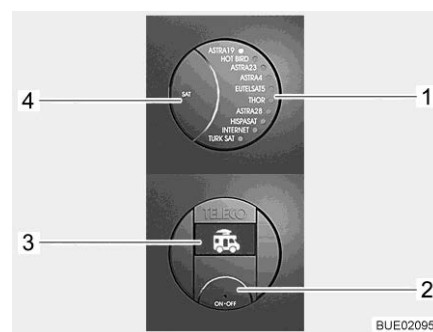

Fig. 59 Pannello di controllo (Tele-Sat)
- Premere il tasto On/Off (Fig. 59,2). L'indicatore LED del satellite selezionato (Fig. 59,1) e la retroilluminazione dei tasti si accendono. Sul display (Fig. 59,3) compare il simbolo del veicolo con antenna retratta.
- Premere di nuovo il tasto On/Off (Fig. 59,2). L'impianto è inserito. Se l'antenna era stata retratta, adesso viene estratta in posizione di esercizio.
Se il LED del satellite desiderato (Fig. 59,1) lampeggia già, attendere qualche secondo. L'antenna si dirige automaticamente verso questo satellite (dopo lo spegnimento viene memorizzata l'ultima posizione memorizzata del satellite).
Quando l'impianto ha trovato il satellite, il LED (Fig. 59,1) si accende di luce fissa e sul display (Fig. 59,3) compare "SAT OK".
- Premere il tasto SAT (Fig. 59,4) le volte necessarie per far visualizzare dal LED (Fig. 59,1) il satellite desiderato. L'antenna si orienta automaticamente su questo satellite.
- Premere il tasto On/Off (Fig. 59,2). L'indicatore LED del satellite selezionato (Fig. 59,1) e la retroilluminazione dei tasti si accendono. Sul display (Fig. 59,3) viene visualizzato il satellite attualmente selezionato.
- Premere di nuovo il tasto On/Off (Fig. 59,2). L'antenna si retrae. Quando l'antenna è completamente retratta, sul display compare il simbolo del veicolo con antenna retratta. Dopo alcuni secondi l'impianto passa in modalità standby.